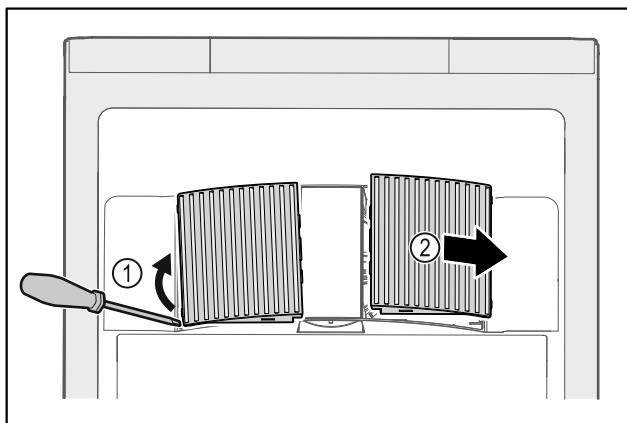

Fig. 173
- ▶ Scoateți cu grijă capacele ventilatoarelor de pe partea laterală Fig. 173 (1) și scoateți-le spre partea din față Fig. 173 (2).